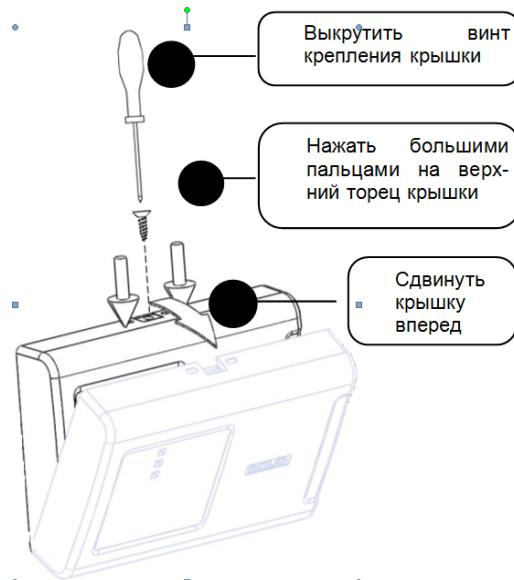

Рисунок 3. Снятие крышки
3. Снять крышку контроллера в порядке, указанном на Рисунок 3 (Снятие крышки).